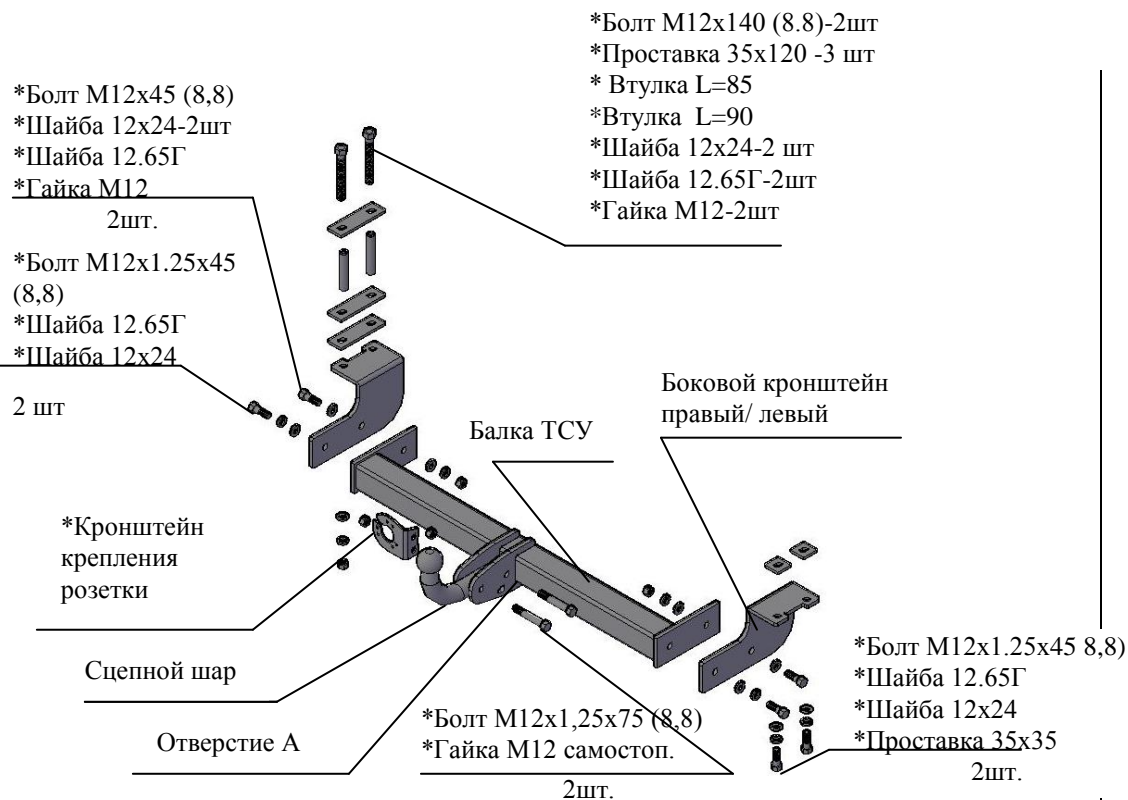

Рис.1 Тягово-цепное устройство ТСУ 8300
2.1 ТСУ 8300 в сборе (рис.1)	1 шт.
2.2 Пакет с комплектующими (см. рис.1) Защитный колпак	1 шт.